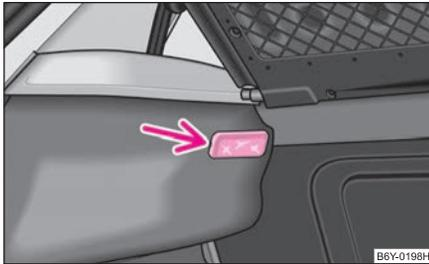

Abb. 182 Gepäckraumleuchte ausbauen
- Setzen Sie einen Schraubendreher in den Schlitz neben der Leuchte ein ⇒ Abb. 182. Leuchte vorsichtig heraushebeln.